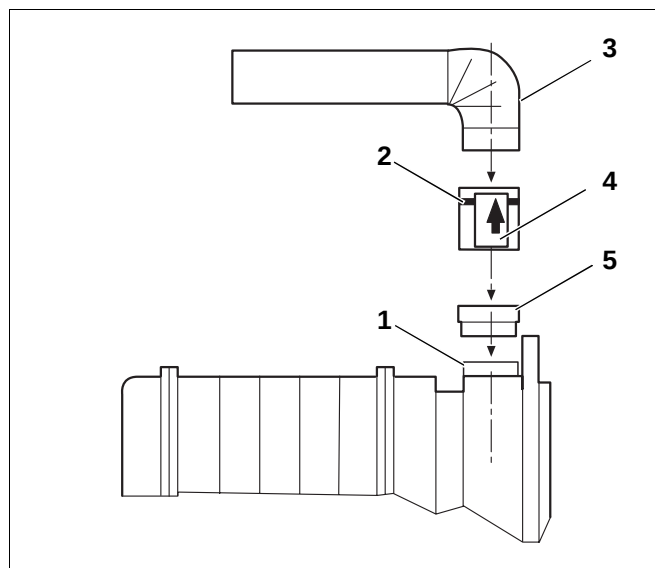

Abb. 9 Abgassperrklappe – Einbauposition
- Abgassperrklappe (Abb. 9, **Pos. 2**) in den Abgasstutzen (Abb. 9, **Pos. 1**) stecken. Dabei auf die korrekte Einbaurichtung achten (siehe Aufkleber, (Abb. 9, **Pos. 4**).
- Abgasleitung NW 100 (Abb. 9, **Pos. 3**) anbauen.
- Adapter (Abb. 9, **Pos. 5**) in den Abgasstutzen (Abb. 9, **Pos. 1**) einstecken.
- Abgassperrklappe (Abb. 9, **Pos. 2**) in den Adapter (Abb. 9, **Pos. 5**) stecken. Dabei auf die korrekte Einbaurichtung achten (siehe Aufkleber, Abb. 9, **Pos. 4**).